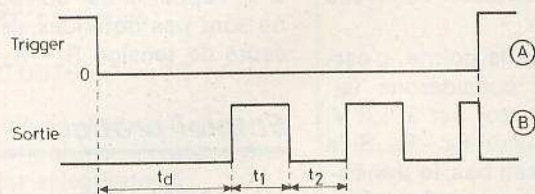

Fig. 2
La figure 2 et 3 donne les détails d'une platine imprimée qu'on peut utiliser pour ce récepteur. Lors de la mise en service, on peut connecter un écouteur à forte impédance sur la sortie correspondante des plans. Ce qu'on y entend est assez loin de la haute fidélité, mais l'écouteur permet néanmoins d'effectuer précisément l'accord ( $C_1$ ) ainsi que l'orientation optimale du bâtonnet de ferrite. Ensuite, on doit vérifier qu'on obtient bien, en présence d'émission, une tension pratiquement égale à celle d'alimentation entre émetteur et collecteur de  $T_3$ . Sinon, augmenter  $R_4$ , mais pas trop, car autrement
Les signaux de sortie sont indiqués à la figure 2. En (A), les niveaux haut et bas du trigger et en (B), le signal à la broche de sortie. Lorsqu'il y a alarme réelle, celle-ci est annoncée par le contacteur de trigger fermé. Le son normal d'alarme prévu par l'utilisateur est identifié aisément. S'il y a un déclenchement de signal dû à un parasite, ce son sera très différent de celui de la vraie alarme car ce dernier son a été choisi en conséquence. Indiquons aussi qu'à la période maximum  $T = 0,6 \text{ s}$  correspond la fréquence  $f = 1/0,6 = 1,66 \text{ Hz}$ .